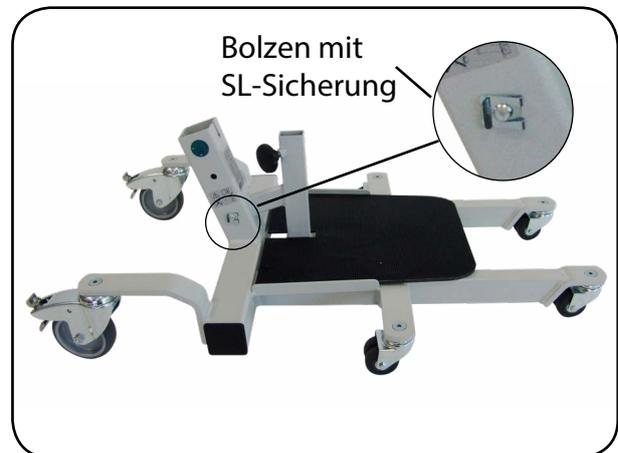

Abb. 8.9.04 – Fahrgestell
7. Positionieren Sie den Bolzen wieder in der Standmastaufnahme und sichern Sie ihn mit der SL-Sicherung (Abb. 8.9.04).